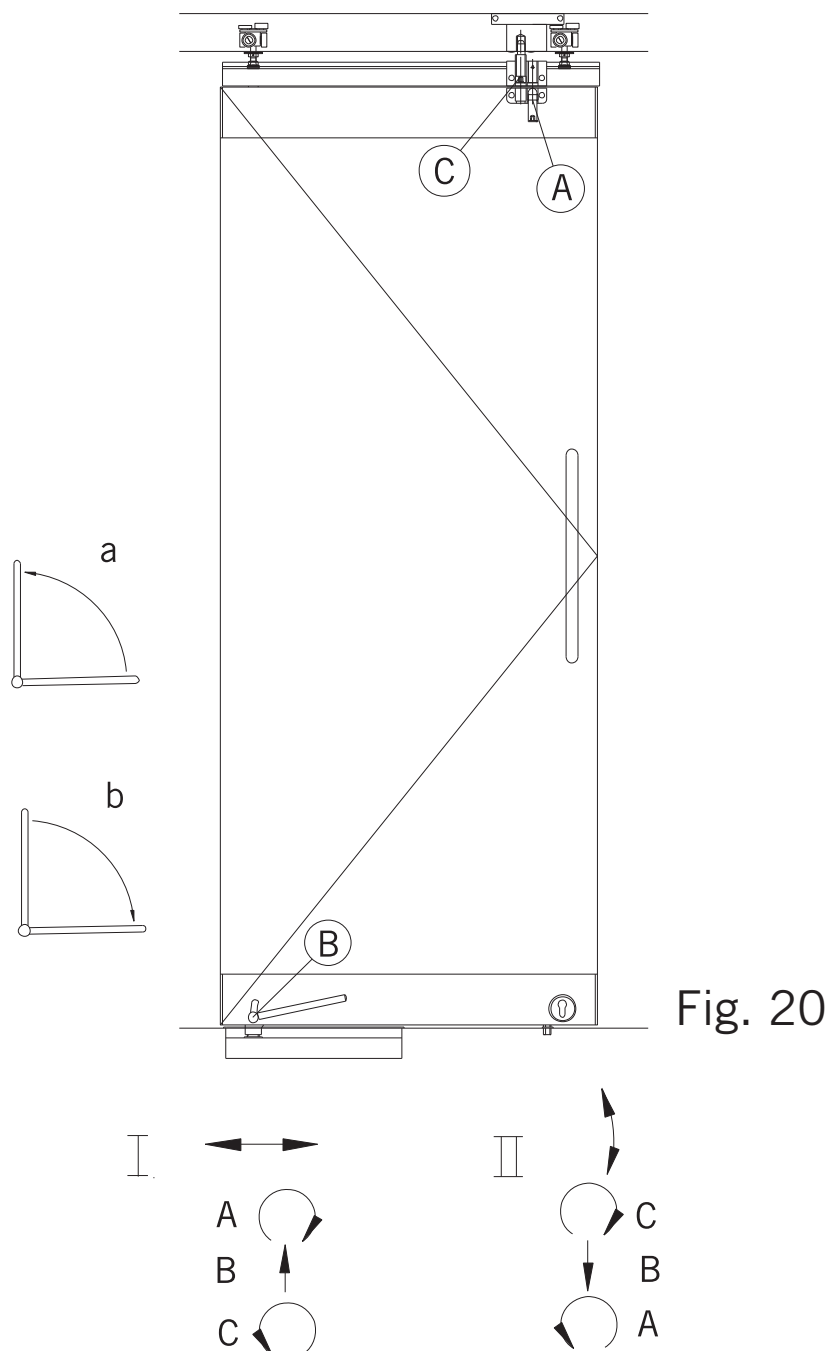

Fig. 20
20. Change-over sequence (Fig. 20):